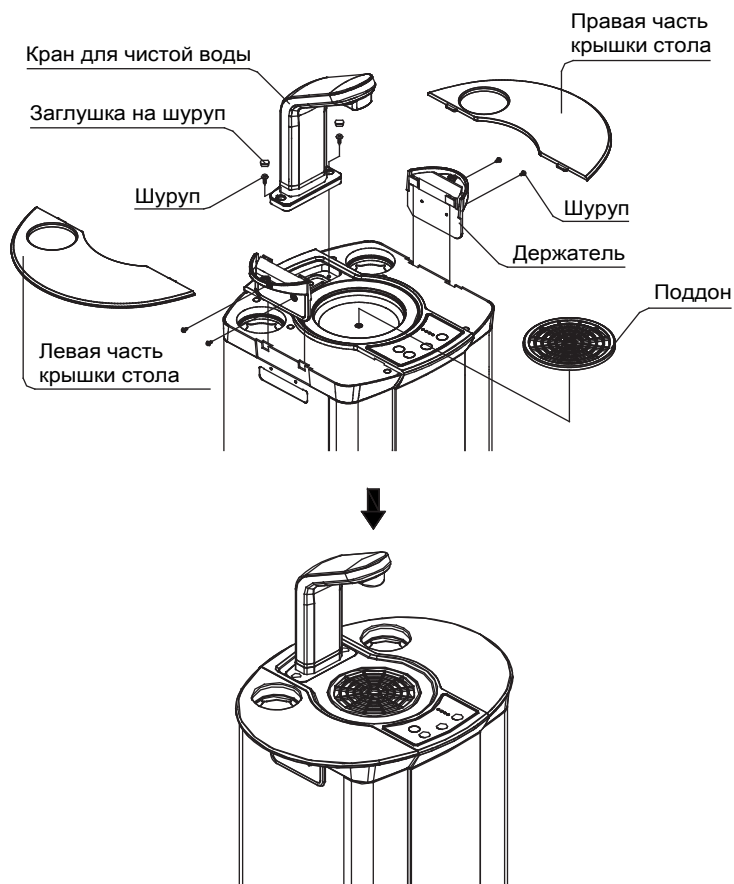

Рис. 4.
2. Схема сборки диспенсера (рис. 4)